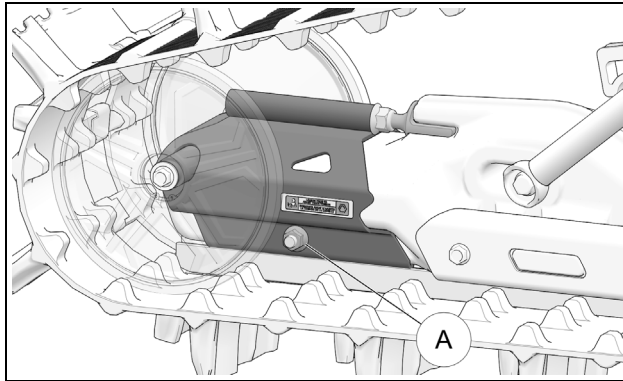

Figure 19
**ATTENTION:** Le boulon d'assemblage (A) du tendeur de chenille doit être desserré avant d'ajuster la tension de la chenille. Figure 19.
- Resserrer le boulon d'assemblage (A) à un couple de 35 N-m (25 lb-pi) une fois l'ajustement de la tension de la chenille complété. Voir la Figure 19.